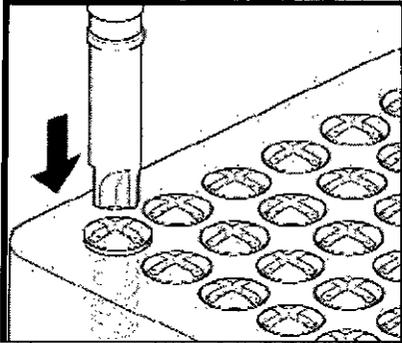

Figura 5. Colocación de un tornillo en una hoja.
2. Coloque el tornillo en la punta de la hoja (vea la Figura 5).